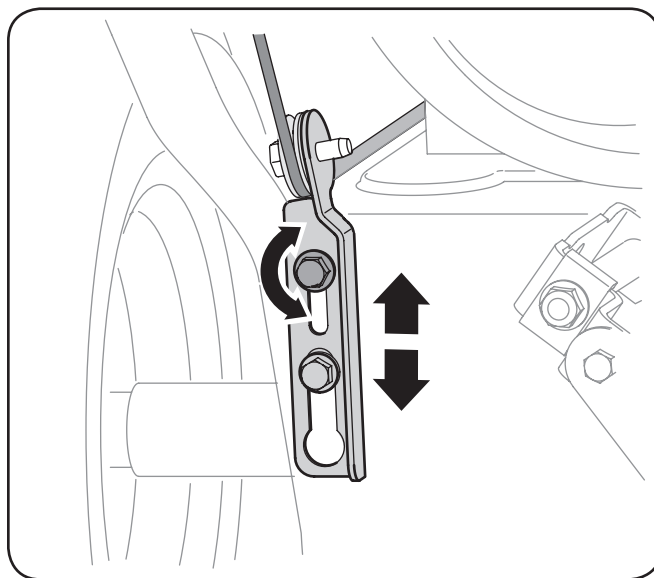

Figura 3-13
4. Deje la barrena engranada durante aproximadamente diez (10) segundos antes de soltar el control de la barrena. Repita esta operación varias veces.
7. Para volver a ajustar el cable de control, afloje la tuerca hexagonal superior en la ménsula del cable de la barrena. Vea la Figura 3-13.